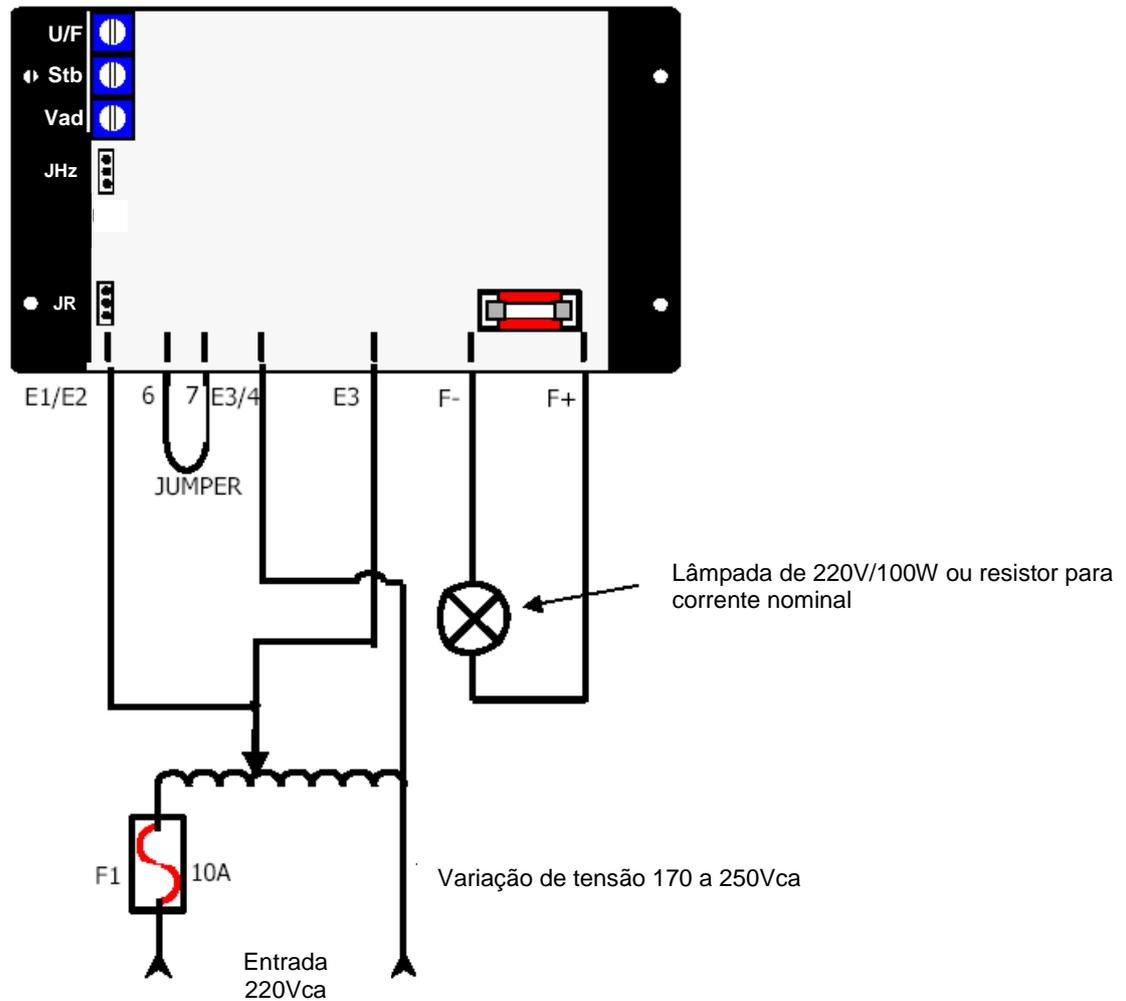

Figura 16.1: Ligação do regulador sem alternador
3. Figura 16.1 apresenta um exemplo utilizando uma lâmpada de 220V/100W.